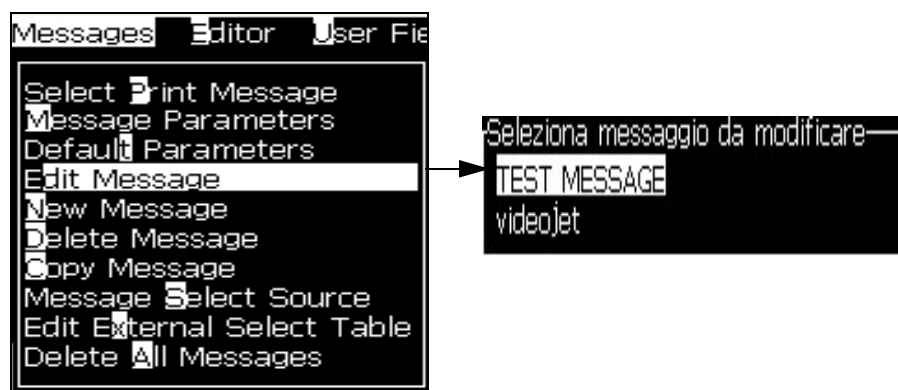

Figura 5-51: Modifica opzione messaggio
- 2 Selezionare *Edit Message (Modifica messaggio)*. A questo punto, appare la finestra di dialogo *Select Message to Edit (selezionare messaggio da modificare)*. Fare riferimento a Figura 5-51.